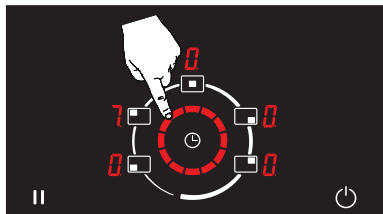

Abbildung 36
2. Der Kochbereich, für den die Autokochfunktion (**A**) eingestellt ist, wird mit dem Drehschieber auf die gewünschte Temperaturstufe eingestellt und die Autokochfunktion (**A**) beendet. (Siehe Abb. 36)